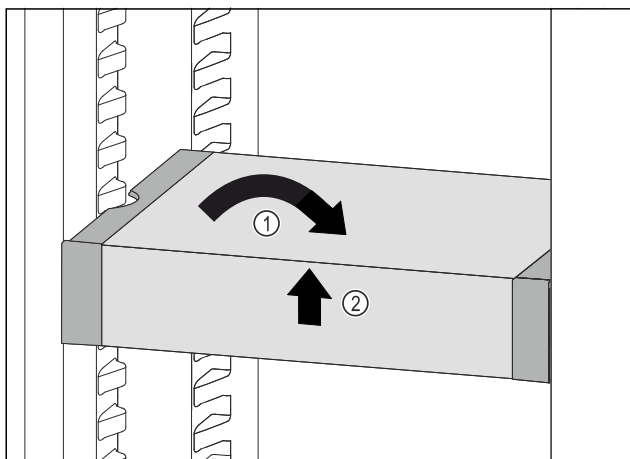

Fig. 115
- Ställ VarioSafe rakt. Fig. 115 (1)
- Lyft VarioSafe framåt. Fig. 115 (2)